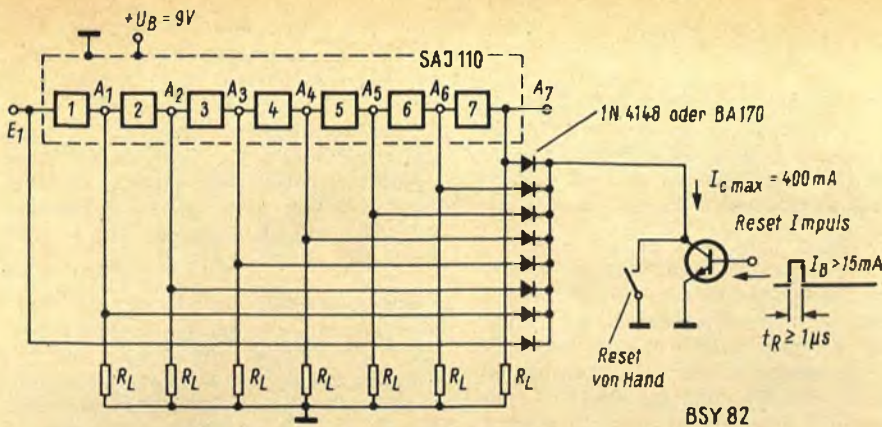

Bild 11 Schaltung zur Rückstellung eines siebenstufigen Zählers
(Bild 6) betrachtet, sieht man, daß ein Umkippen des Ausgangs in die Lage „0“ nur dann möglich ist, wenn der Ausgang, der bis zu diesem Zeitpunkt in der Lage „1“ war, von außen auf 3 V oder weniger heruntergezogen wird. Die Voraussetzung dafür ist, daß die Eingangsspannung  $U_E$  gleich Null ist. Die Ausgangskennlinie von Bild 6 ist in mehrere Abschnitte geteilt. Der Kennlinienabschnitt A-B ist der normale Arbeitsbereich. Wie vorher schon erwähnt, muß man den Abschnitt B-C der Ausgangskennlinie durchlaufen, um den Rückstellvorgang einzuleiten. Das muß in einer kurzen Zeit geschehen ( $t_r \leq 0,1 \text{ ms}$ ), um eine Überhitzung des Kristalls zu vermeiden (in dieser Zeit tritt nämlich viel Verlustleistung im Ausgangstransistor der Teilerstufe auf!). – Wenn sich der Eingang einer Teilerstufe auf einem Potential befindet, das höher als 0 V ist, bewegt sich der Umkipppunkt C auf der Ausgangskennlinie nach links, d. h. man muß den Ausgang auf eine Spannung herunterziehen, die kleiner als 3 V ist. Wenn bei einer Teilerstufe der Eingang und der Ausgang bzw. bei einer Zählerschaltung alle Ein- und Ausgänge gemeinsam auf ein niedrigeres Potential heruntergezogen werden sollen, dann muß dieses Potential kleiner als 1,5 V sein, um unter allen Umständen eine Rückstellung erreichen zu können (Bild 11).
**Rückstellung:** In Bild 11 ist ein Schaltungsvorschlag zur Rückstellung eines siebenstufigen Zählers dargestellt. Alle Ausgänge und der Eingang  $E_1$  sind über Trenndioden mit dem Kollektor des BSY 82 oder mit einer Reset-Taste verbunden. Die Sättigungsspannung dieses Transistors soll während des Rückstellimpulses  $\leq 0,6 \text{ V}$  sein. Im ungünstigsten Fall muß man mit einem Kollektorstrom des Transistors von etwa 400 mA rechnen (alle Ausgänge vor dem Rückstellen in der Lage „1“); der Rückstellimpuls soll also mindestens etwa 15 mA in die Basis des BSY 82 liefern, um die Bedingung  $U_{E1} = U_{A1} = \dots U_{A7} \leq 1,5 \text{ V}$  zu erfüllen. Die Breite des Rückstellimpulses spielt keine Rolle, sie kann beliebig groß sein; sie soll aber etwa  $1 \mu\text{s}$  nicht unterschreiten.